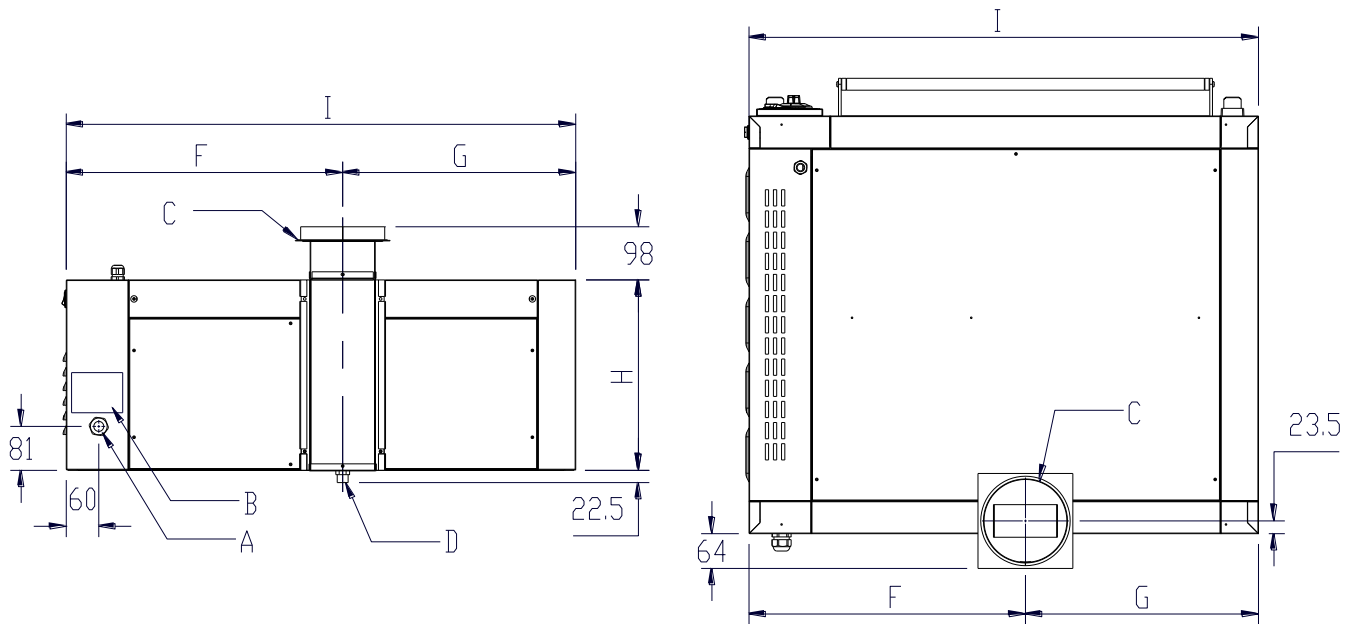
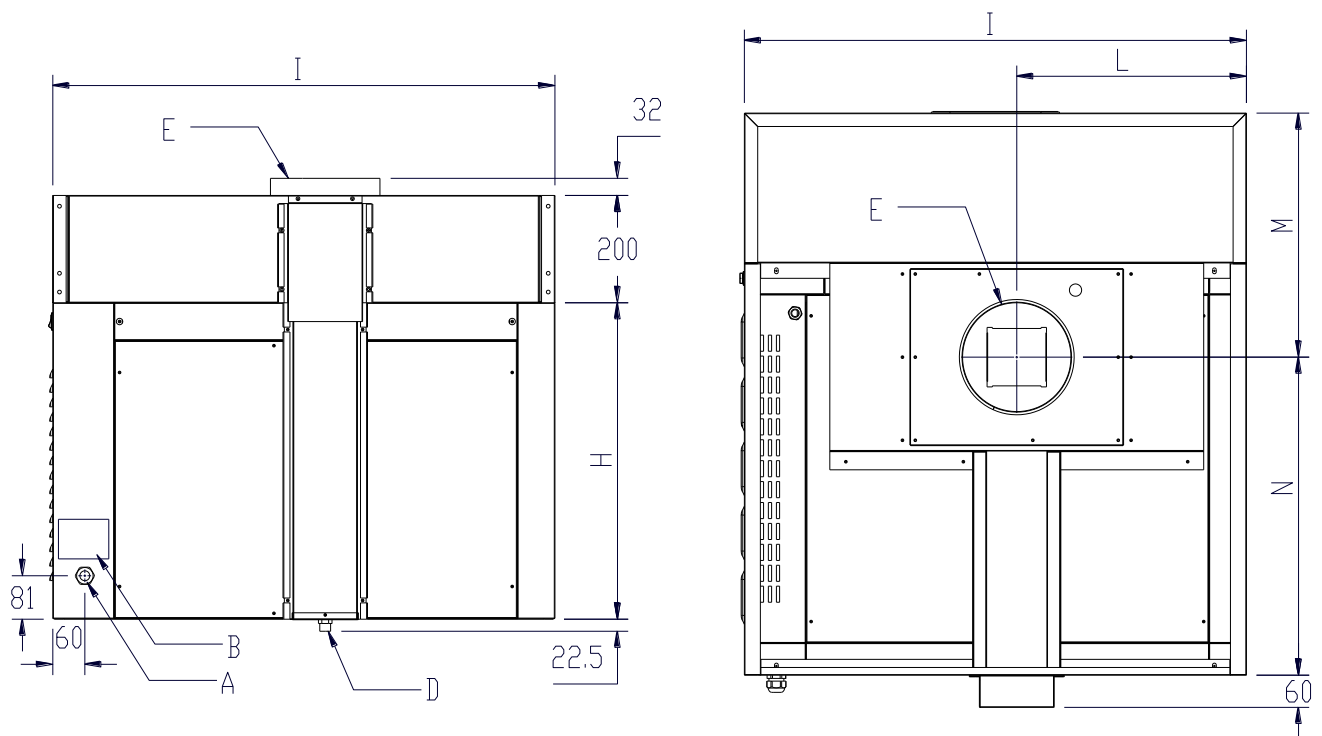

Fig.4.4 Posizione d'ingresso del cavo elettrico, dello scarico vapori, scarico condensa e della targa dati nel caso di modulo senza top.
Fig.4.5 Posizione d'ingresso del cavo elettrico, dello scarico vapori, scarico condensa e della targa dati nel caso di modulo con top.
Per la posizione esatta di uscita del cavo di alimentazione sull'apparecchio, vedere Fig.4.4, Fig.4.5.
Per la posizione degli allacciamenti allo scarico vapori si veda Fig.4.4. nel caso di modulo senza top, Fig.4.5 nel caso di modulo con top.
- raccordo scarico vapori, nel caso di modulo senza top (vedi Fig. 4.4 posizione C)
- scarico condensa (vedi Fig. 4.4 posizione D)